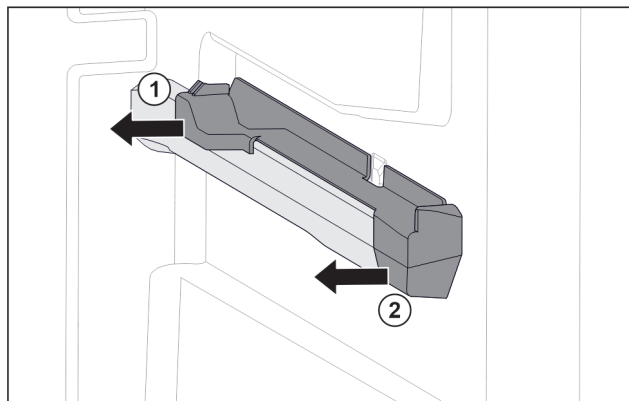

Fig. 79 Nasazovací díl na pravém žebrování na nádoby
- ▶ Stáhněte nasazovací díl vzadu na stranu. Fig. 79 (1)
- ▶ Stáhněte nasazovací díl vpředu na stranu. Fig. 79 (2)